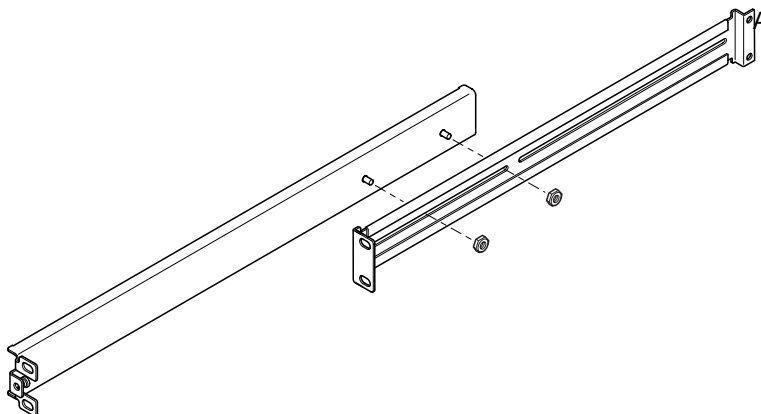

РИС. 2-2 Расположение раздвижных держателей при установке в стойку Sun StorEdge высотой 72 дюйма
- При установке в стойку Sun StorEdge высотой 72 дюйма (шириной 19 дюймов) деталь с двойным ушком (А) должна располагаться сзади (см. РИС. 2-2).